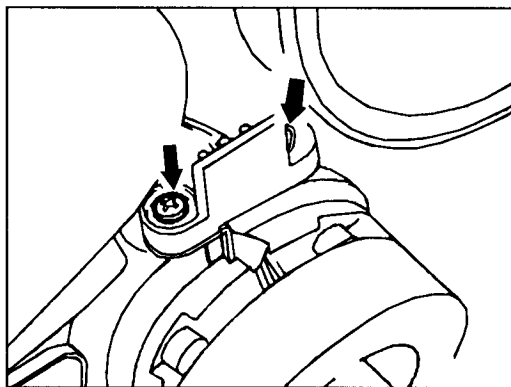

图 9-5-15 电磁线圈接头
6. 拆下电磁线圈 71:先打开压缩机接头壳,从压缩机上拆下电磁线圈负极引线,见图 9-5-15。